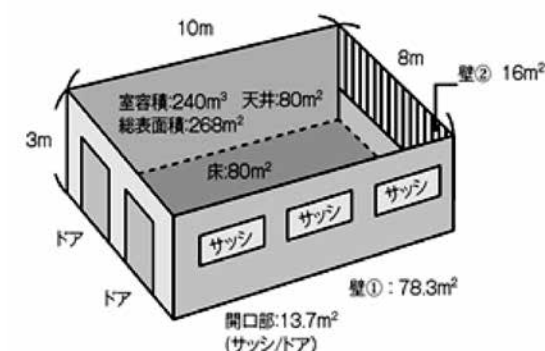

図3 モデル空間
天井が80.0 m²、床が80.0 m²、壁①が78.3 m²、壁②が16.0 m²、開口部が13.7 m²、室内表面積が268.0 m²、空間容積が240 m³のモデル空間(図3)を事例に、ケース1は天井が石膏ボード、床がコンクリート、壁①が石膏ボード、壁②が石膏ボード、開口部がサッシ・ドア